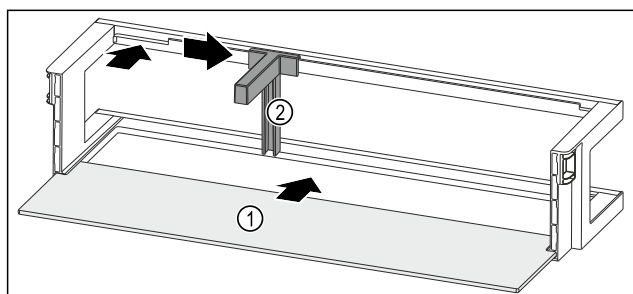

Fig. 156 带搁板的门边存放架
- ▶ 将搁板 Fig. 156 (1) 推入侧面凹槽。
- ▶ 将瓶托 Fig. 156 (2) 装入槽中。
- ▶ 将瓶托 Fig. 156 (2) 推至一侧的所需位置。